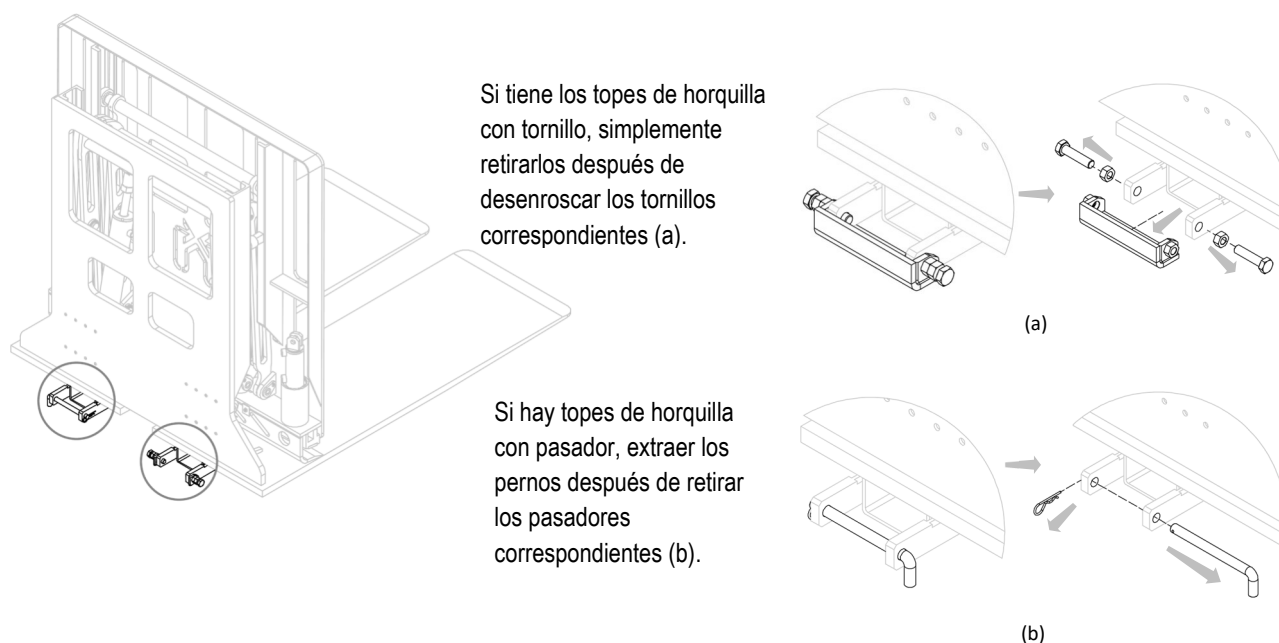

Figura 5
4. Extraer los topes de la horquilla del equipo (ver *Figura 5*).
2. Extraer los topes de la horquilla (ver *Figura 5* en la pág. 14).